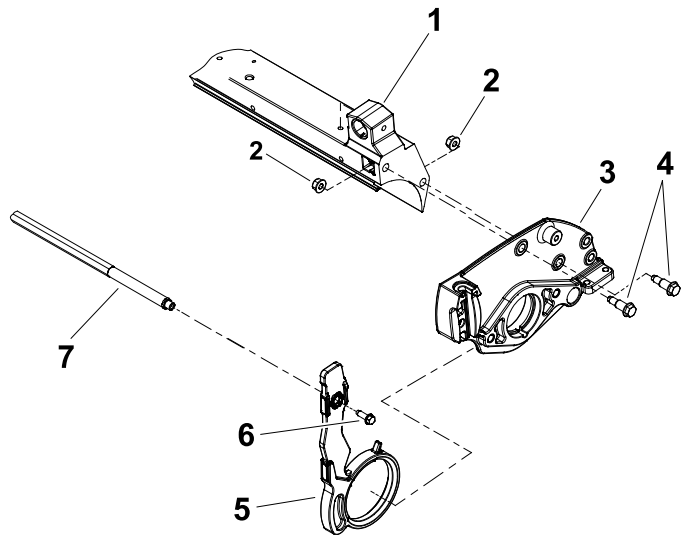

Bild 12
2. Schieben Sie nun die Seitenplatte mit dem neu angebauten Neigungsarm auf die Schneidspindel (Bild 12).
3. Bringen Sie die Ansatzschrauben und Bundmutter an, um die Seitenplatte an der Querstrebe zu befestigen (Bild 12).
5. Setzen Sie die Querverbindung auf die Neigungsarme und befestigen Sie ihn mit zwei Stellschrauben (Bild 12).